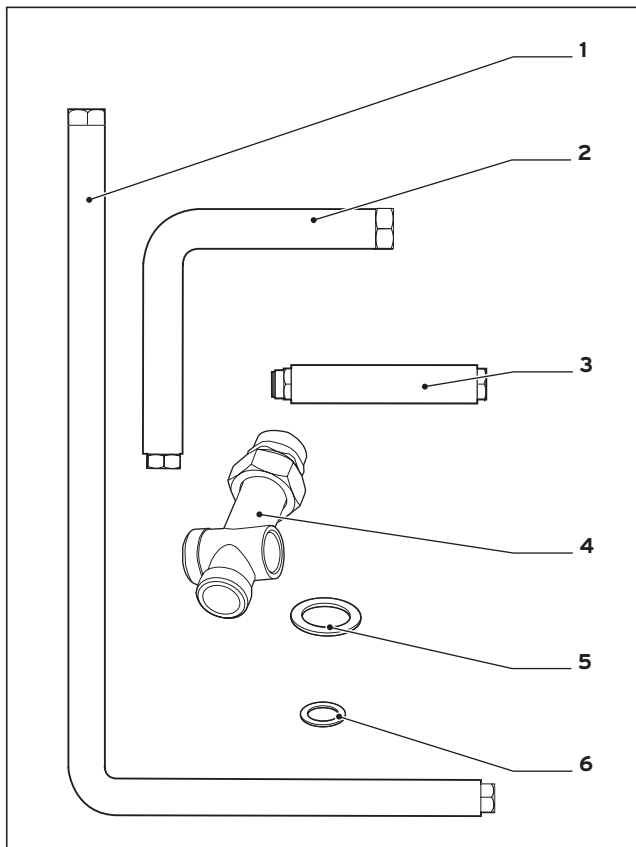

Abb. 1: Lieferumfang
Doppelnippel aus den Anschlussstücken (4) herausdrehen (sind werkseitig nur handfest montiert). Doppelnippel mit Hanf im Anschlussstutzen des Kessels für Heizungsvorlauf (HVL) und Heizungsrücklauf (HRL (NT)) eindichten (s. Abb. 1).
Bei Positionierung der Rohrgruppe (Verteilerbalken) rechts neben dem Kessel (s. Abb. 1) das Vorlaufrohr aus den beiden Rohrteilen (2) und (3) zusammenschrauben.